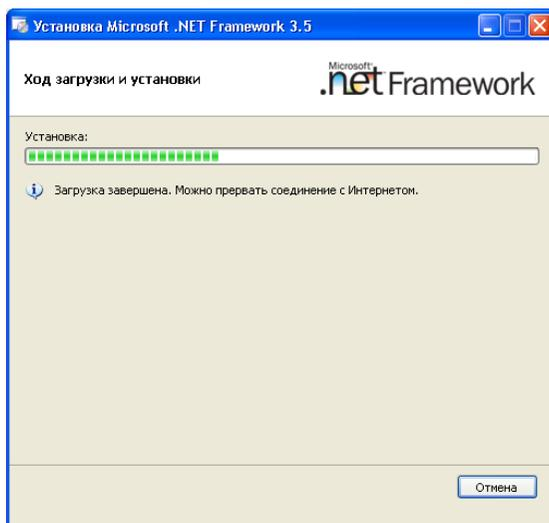

Рисунок 6.4
- 4) Для продолжения процесса установки программы "FrameWork\_3.5" щелкнуть по кнопке Установить. В ходе выполнения установки на экране ПК будет отображаться окно (рисунок 6.4).